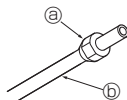

Fig. 5-5
5.2.3. Az anya felszerelése (Fig. 5-5)